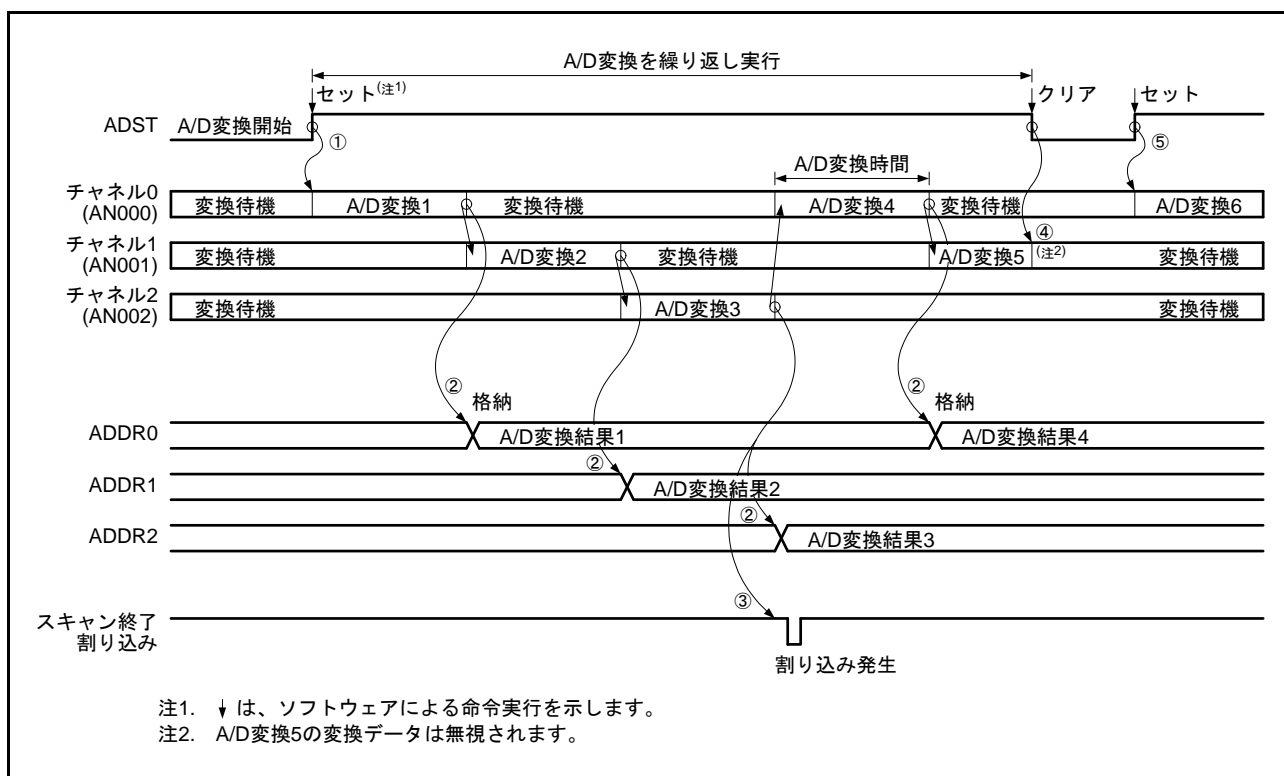

図 38.11 連続スキャンモードの動作例 (基本動作：AN000、AN001、AN002 選択)
- (1) ソフトウェア、同期トリガまたは非同期トリガ入力によってADCSR.ADSTビットが“1”(A/D変換開始)になると、ADANSA0、ADANSA1レジスタで選択したアナログチャンネルをADSCSnレジスタで設定した変換順序に沿ってA/D変換を開始します。(図38.11の変換順序設定：AN000 → AN001 → AN002)
- (2) 1チャンネルのA/D変換が終了すると、A/D変換結果は対応するA/Dデータレジスタ(ADDRy)に格納されます。
- (3) 選択されたすべてのチャンネルのA/D変換終了後、ADCSR.ADIEビットが“1”(スキャン終了割り込みを許可)に設定されていると、スキャン終了割り込み要求が発生します。